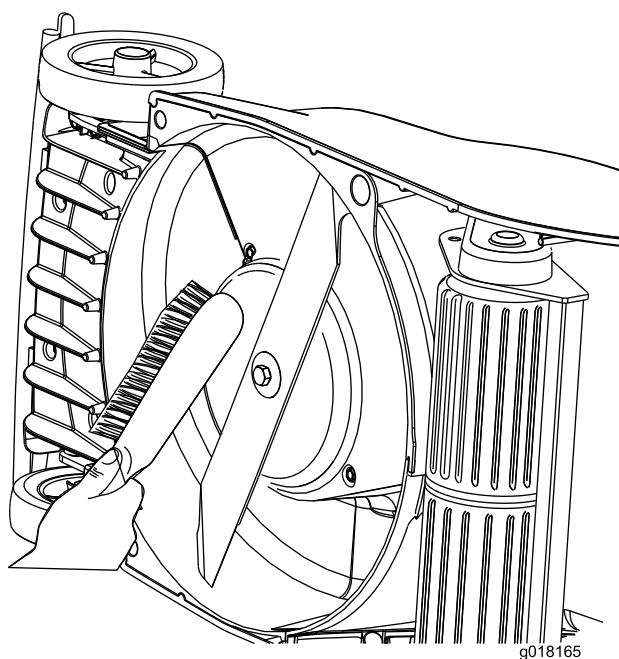

Figure 28
- Immédiatement après chaque utilisation, débarrassez le dessus et le dessous du plateau de coupe des débris d'herbe accumulés (Figure 28).